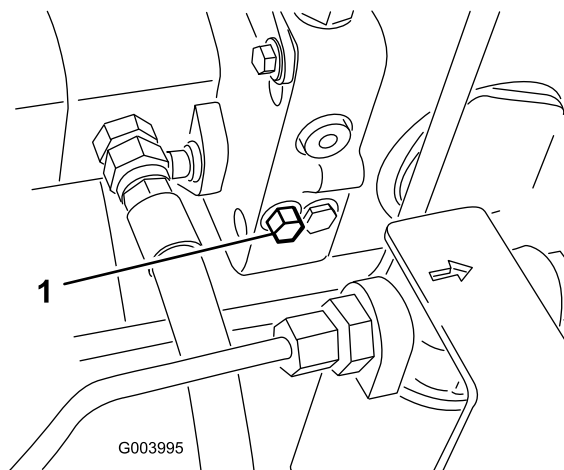

Figura 37
1. A válvula de derivação está localizada no lado esquerdo do hidrostato (Figura 37). Rode o parafuso 1,5 voltas para abrir para permitir a passagem do óleo internamente. Após este procedimento, torna-se possível deslocar lentamente a máquina sem danificar a transmissão.